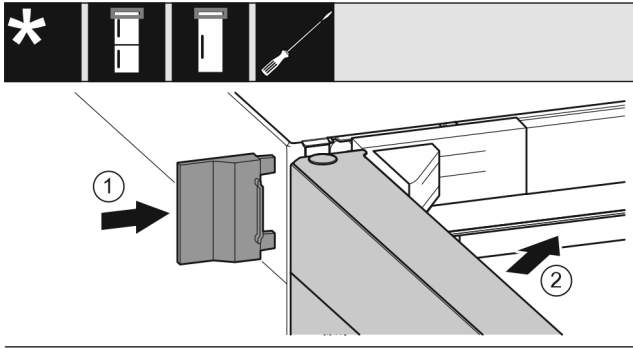

Fig. 34
- ▶ Buitenste afdekking erop schuiven. Fig. 34 (1)
- ▶ Bovenste deur sluiten. Fig. 34 (2)